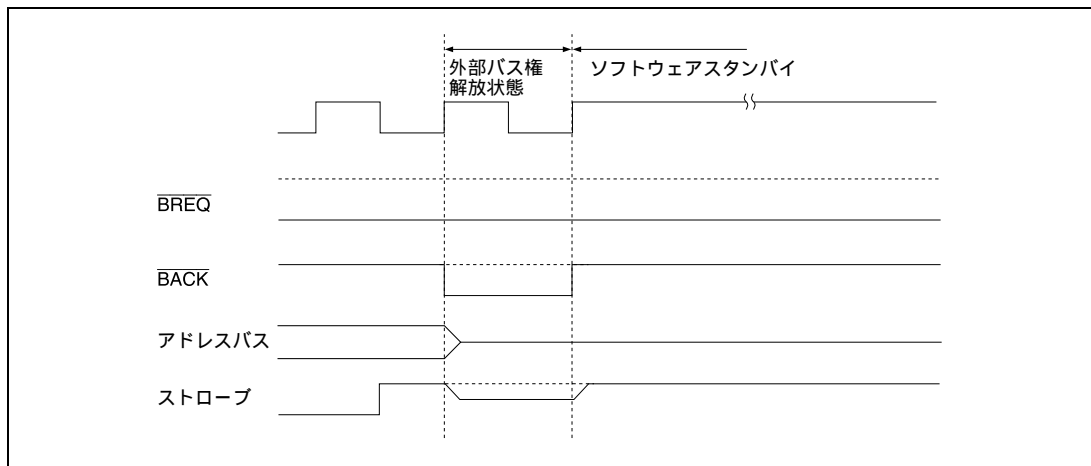

図 7.25 バス解放状態とソフトウェアスタンバイモードの競合
- (4) バスサイクルがウェイトステートの挿入により長く続く場合も、外部バス権解放状態と同様に、最初の要求が保持されます。
- (5) ソフトウェアスタンバイモードへ遷移するとき、外部バスマスタからのバス権要求が競合すると、ソフトウェアスタンバイモードへの遷移の直前に1ステートバス解放状態が発生することがあります(図7.25参照)。